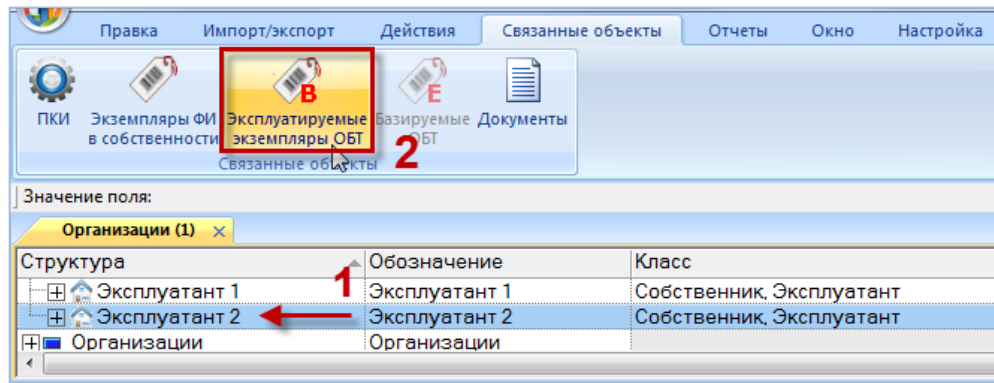

Рис. 22-41 – Открытие окна связанных объектов «Эксплуатируемые экземпляры ФИ» для организации
1) Выделить организацию класса «Эксплуатант» в рабочем окне «Организации» или в окне связанных объектов «Организации» для экземпляра ФИ (1 на рис. 22-41).
2) Нажать кнопку «Эксплуатируемые экземпляры ФИ» панели «Связанные объекты» (2 на рис. 22-41).